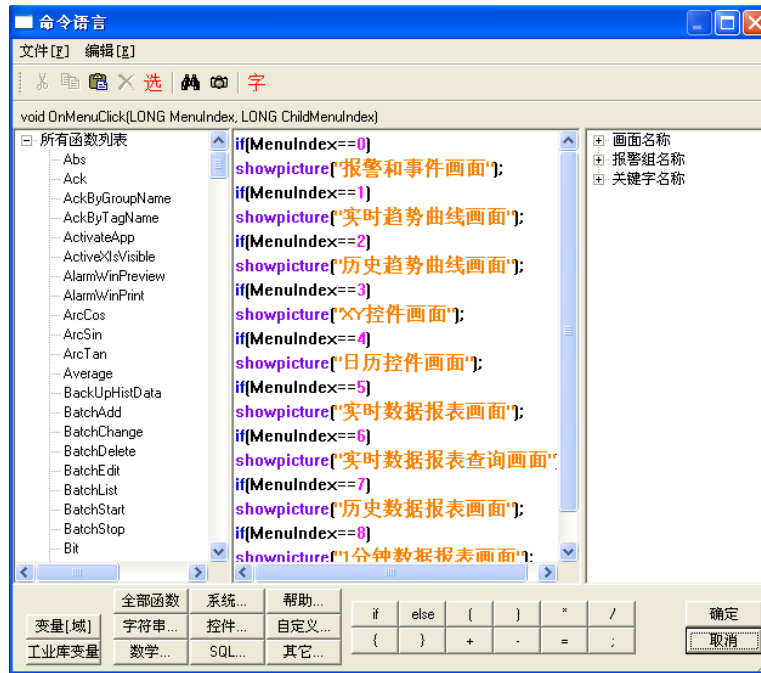

图 4-3
2、菜单项输入完毕后单击“命令语言”按钮，弹出命令语言编辑框，在编辑框中输入如图 4-3 所示的命令语言。